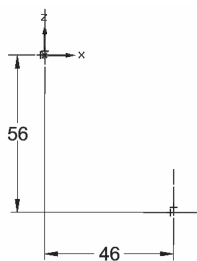

图 6-132 确定点画线位置
(3) 单击【主页】选项卡【尺寸】区域下的 【智能尺寸】按钮，确定如图 6-132 所示的点画线的位置。